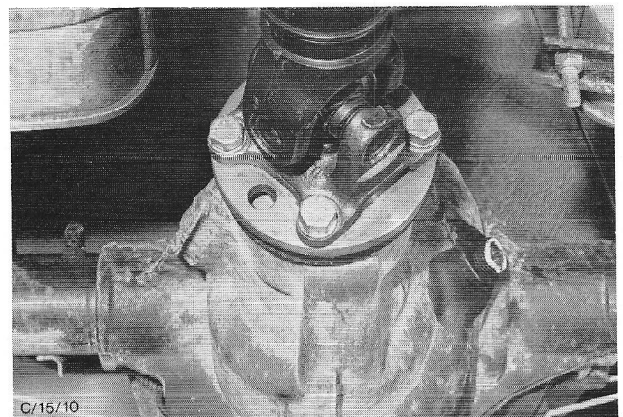

Fig.13 Bevestiging van de cardanas op de pignonflens.
13. Bevestig de cardanas op de pignonflens (gebruik nieuwe veerringen). Zet de bouten met het voorgeschreven aantrekkoppel vast (fig.13).